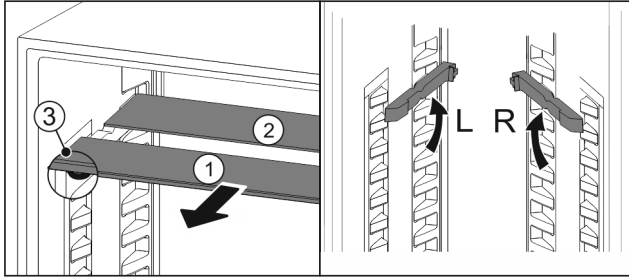

Fig. 34
- ▶ Vytiahnite sklené dosky jednotlivu dopredu Fig. 34 (1).
- ▷ Sklená doska Fig. 34 (1) s ozdobnou lištou leží vpredu.
- ▷ Zarážky Fig. 34 (3) ukazujú nadol.